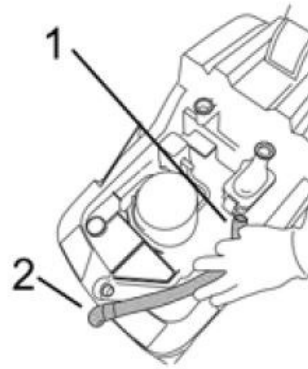

Abb. 19: Saugschlauch vorderer Abstreifer
- Den Schlauch vom Umlenkeventil (1, Abb. 19) und vom vorderen Saugfuß (2, Abb. 19) abziehen